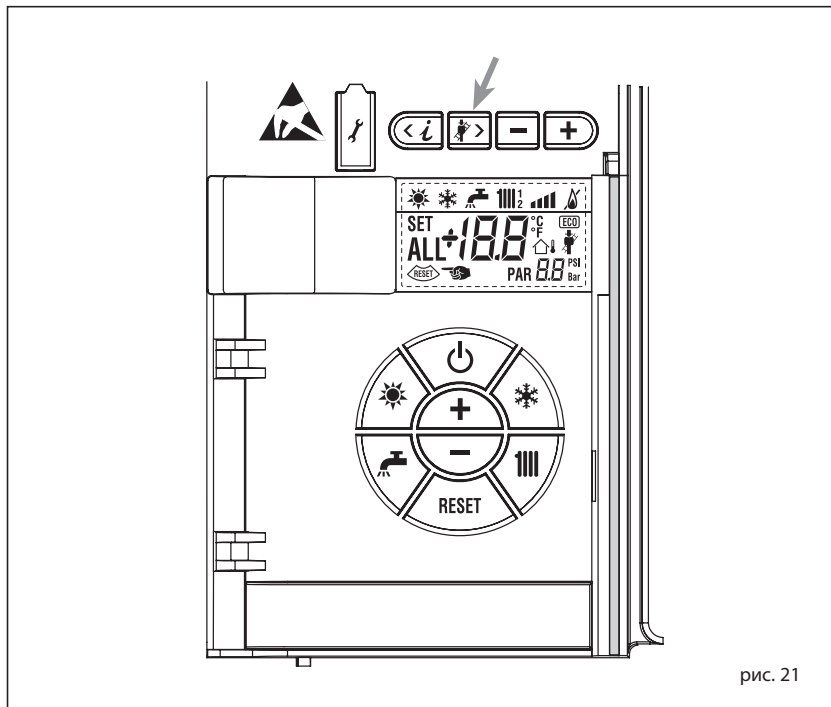

рис. 21
**4.5.1 Функция очистки труб (рис. 21)**
Для выполнения проверки функции горения котла держите в течение нескольких секунд нажатой кнопку для установщика (рис. 21). Функция очистки труб будет включена и будет сохраняться в течение 15 минут. С этого момента котёл начнёт функционировать в